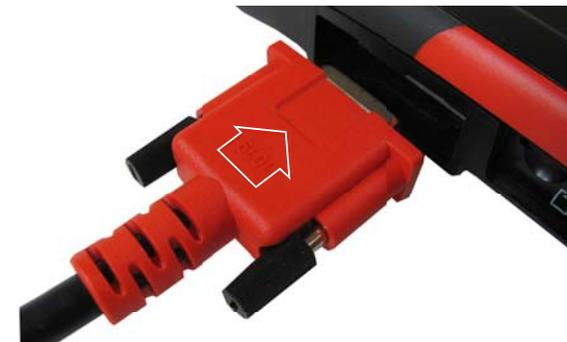

Figura 3-1 La flecha se resalta con fines ilustrativos solamente.
1. En el caso de los vehículos compatibles con OBD-II/EOBD, conecte el cable de datos DA-4E (extremo de 26 pines) a la herramienta de diagnóstico (*Figura 3-1*). Conecte el cable con la flecha hacia arriba (lado de la pantalla).